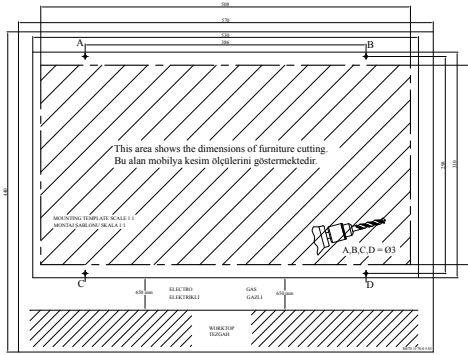

Fig. 1
- Perfore los agujeros A, B, C y D indicados en el esquema de instalación utilizando una broca $\varnothing 4$ mm. (Fig. 1)